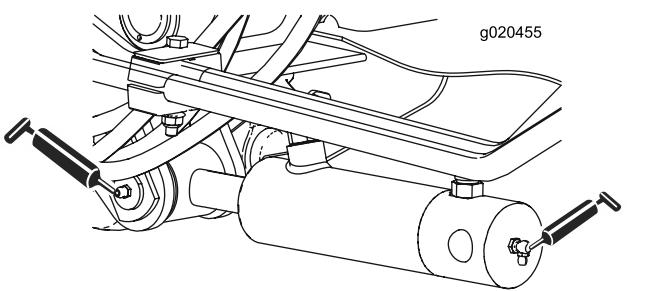

Figura 66
- 2 (su ciascun lato) boccole orientabili del cilindro del braccio di sollevamento (Figura 66)